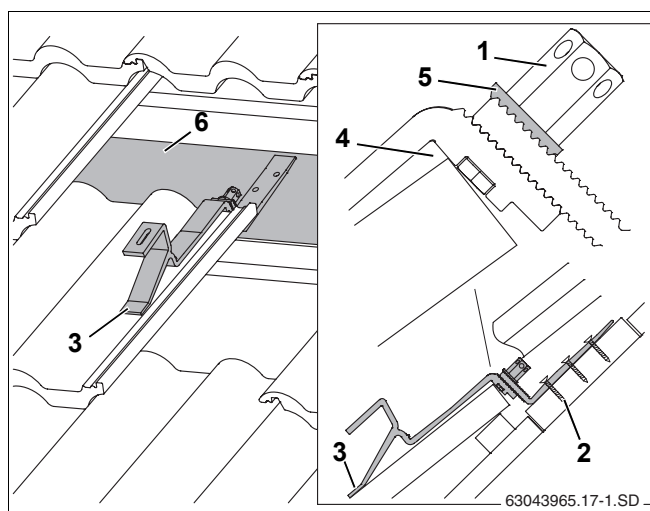

Fig. 15 Cârlig montat (pentru a se putea observa mai bine, nu sunt prezentate câteva țigle)
- Se realizează poziționarea pe țigla, astfel încât sarcina să fie preluată de concavitatea țiglei (Fig. 15, **Poz. 3**).
Cârligul trebuie să aibă ceva joc față de cantul superior al țiglei (Fig. 15, **Poz. 4**). În acest sens, se adaptează țigla la partea superioară.
- Partea inferioară a cârligului se împinge în jos, până când acesta se așază pe căprior, resp. scândură (Fig. 15, **Poz. 6**).
Șaiba dințată (Fig. 15, **Poz. 5**) trebuie să se prindă pe zona dințată a părții inferioare a cârligului.
- Se strânge piulița hexagonală lungă (Fig. 15, **Poz. 1**). Pentru aceasta, se introduce cheia SW5 în gaura piuliței hexagonale și se rotește.
- Partea inferioară a cârligului se fixează de căprior cel puțin în prima (Fig. 15, **Poz. 2**) și cea de-a doua gaură cu șuruburi potrivite.